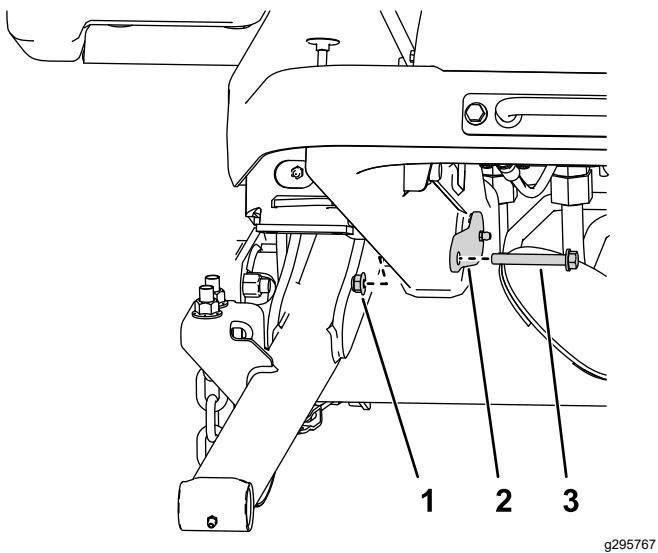

Figure 7
4. Avec 2 écrous ($\frac{3}{8}$ ") et 2 boulons ($\frac{3}{8}$ " x $2\frac{3}{4}"), fixez les grands axes sur le cadre (Figure 7).$